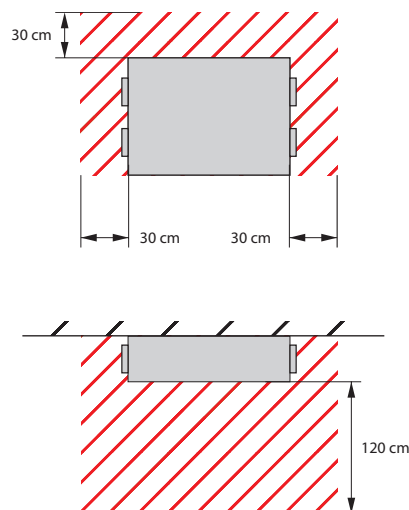

Fig. 6. Espace minimal pour la maintenance
- Ces unités sont les seules à pouvoir être installées sur un mur ou un plafond, et uniquement dans les positions indiquées à la Fig. 6.